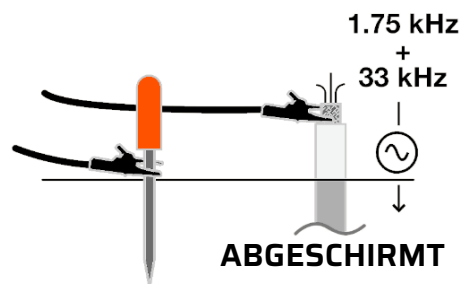

Abbildung 3. Anbringen an geschirmten Kabeln
Bei geschirmten Kabeln direkt an die Abschirmung selbst anschließen, um das stärkste Signal zu erhalten, und nicht an den Innenleiter (3) (Abb. 3).